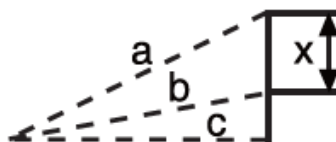

Figura 5
5. Medindo a altura auxiliar do triângulo  (conforme mostrado na Figura 5)